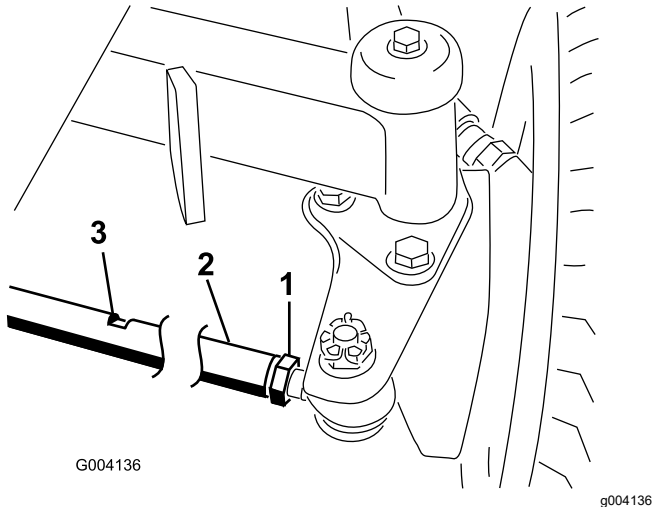

Bild 91
2. Lösen Sie die Klemmmutter an jedem Ende der Spurstange (Bild 91).